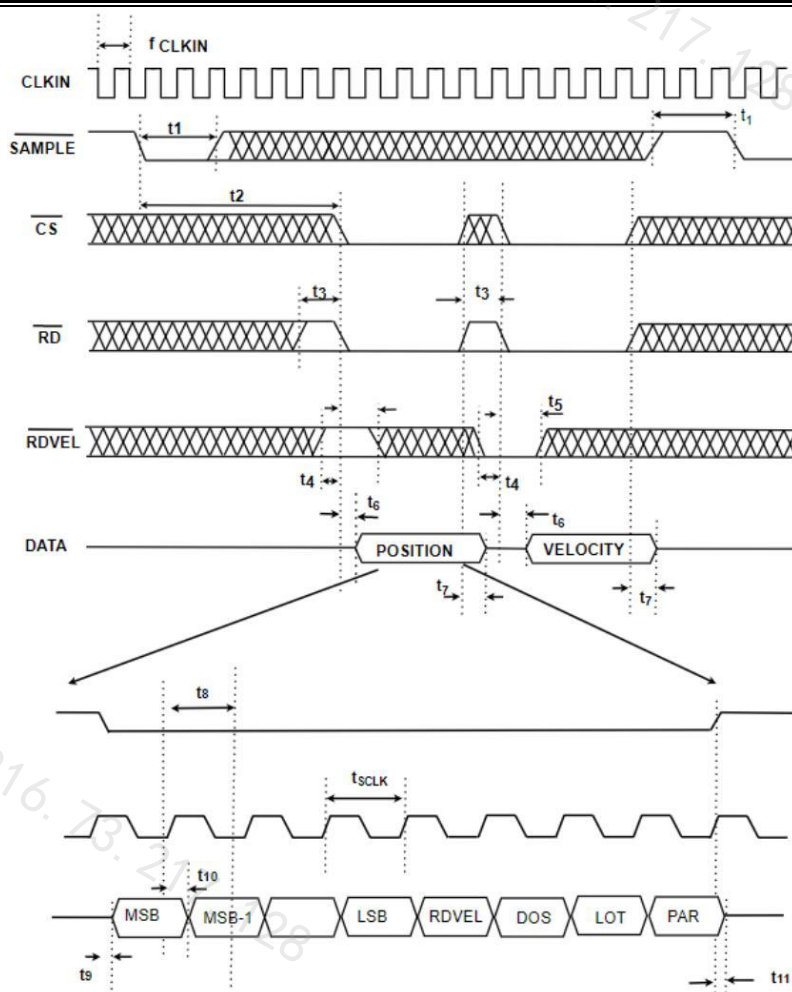

图 6 串口读时序
在 CYDR2S1205 的两个 12 位寄存器中可得到角位置和速度。这些寄存器可通过 3 线串行接口 ($S0$ 、 $\overline{RD}$ 和 $SCLK$) 访问，该接口的工作时钟速率高达 25 MHz，并与 SPI 和 DSP 接口标准兼容。通过保持 $\overline{SOE}$ 引脚的低电平来选择串行接口。来自位置和速度积分器的数据首先通过 $\overline{SAMPLE}$ 引脚传输到位置和速度寄存器中。 $\overline{RDVEL}$ 引脚选择数据是否从位置或速度寄存器传输到输出端，而 $\overline{CS}$ 引脚必须保持在低电平才能将数据从位置或速度寄存器中传输到输出寄存器中。最后， $\overline{RD}$ 输入用于读取从输出寄存器时钟输出的数据，并在串行输出引脚 ($S0$) 上可用。当选择串行接口时，DB11 作为串行输出引脚 ($S0$)，DB10 作为串行时钟输入 ($SCLK$)，而 DB0 至 DB9 引脚被置于高阻抗状态。读取周期的时序要求见图 6。
输出移位寄存器的宽度为 16 位。数据被串行时钟输入 (SCLK) 作为 16 位字从器件中时钟化。该操作的时序如图 6 所示。16 位字包括 12 位角度数据 (位置或速度, 取决于 RDVEL 输入), 一个 RDVEL 状态位, 一个奇偶检验位和两个保留位。从 DB15 开始, 数据从 S0 引脚以 MSB 为先的时钟输出。DB15 到 DB4 对应于角度信息。角位置数据格式为无符号二进制, 所有 0 对应 0° , 所有 1 对应 $360^\circ - 1 \text{ LSB}$ 。角度速度数据格式是二进制补码, MSB 代表旋转方向。DB3 是 RDVEL 状态位, 1 表示位置, 0 表示速度。DB2 是 DOS, 即信号降级标志。第 1 位是 LOT, 即跟踪丢失标志。第 0 位是 PAR, 是奇偶校验位。位置数据和速度数据采用奇校验格式, 读出数据中逻辑高 (1) 的个数为奇数。